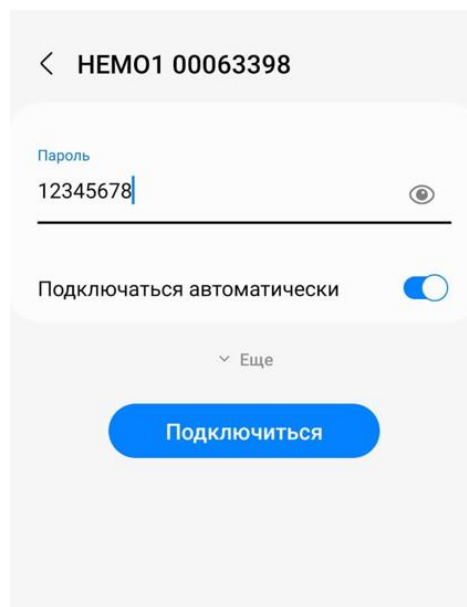

Рисунок 26
- Ввести пароль – 123456789, нажать кнопку «Подключиться» см. Рисунок 26;